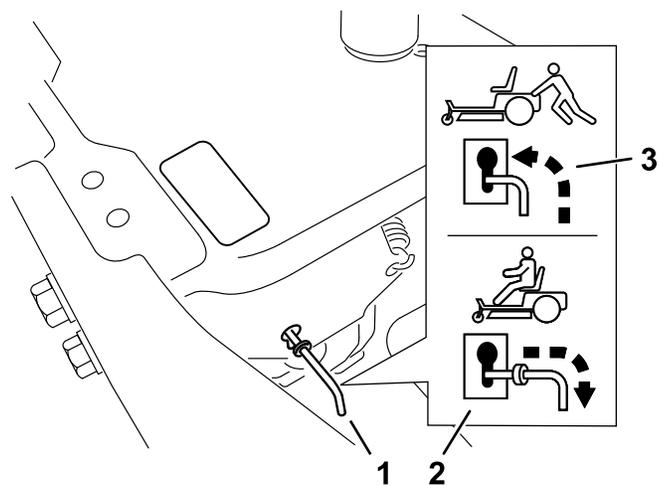

Рисунок 30
4. Вытяните рычаги перепуска вперед через отверстия с пазами и опустите вниз, чтобы зафиксировать их на месте (Рисунок 30).
Переместите рычаги перепускных клапанов назад через профилированные отверстия и опустите вниз, чтобы зафиксировать их на месте, как показано на Рисунок 30.